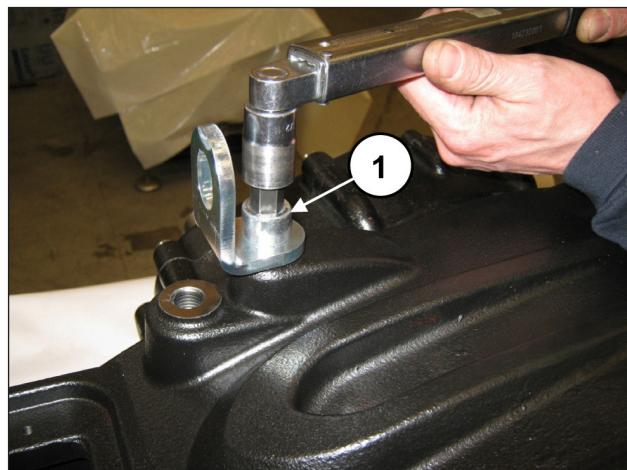

Рис. 99
Установите пробки и подъемные скобы с помощью специальных винтов M16x30 (поз. ①, Рис. 99). Откалибруйте винты с помощью динамометрического ключа, как указано в главе 3 КАЛИБРОВКА ЗАТЯЖКИ ВИНТОВ.